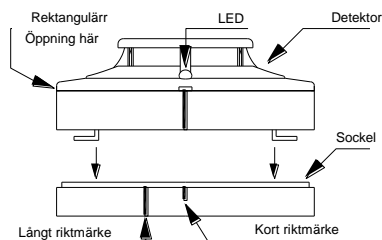

Bild 4. Montering av detektorn på sockeln
- Rikta in detektorns riktmärke mot det korta riktmärket på sockeln enligt bild 4.